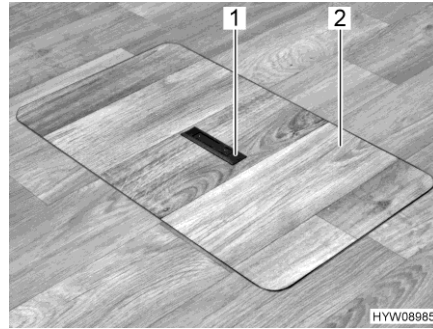
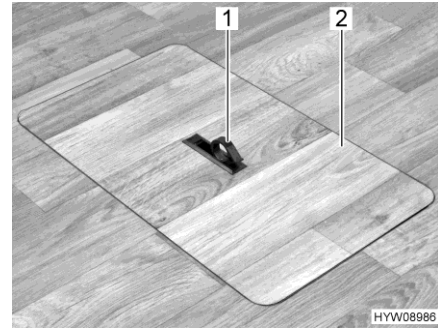

Fig. 52 Cubierta de servicio (tirador hundido)
Fig. 53 Cubierta de servicio (tirador girado hacia fuera)
- Presionar hacia abajo un lado de la placa de agarre (Fig. 52,1). El tirador (Fig. 53,1) girará hacia arriba.
- Retirar la cubierta de servicio (Fig. 53,2) hacia arriba.
- Insertar la cubierta de servicio (Fig. 53,2) en el marco en el piso.